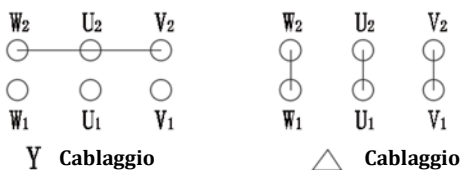
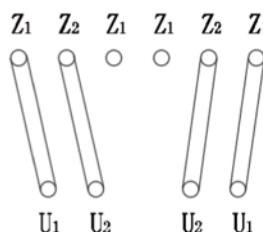

Figura 4
Figura 6
2. Schema di cablaggio del motore elettrico trifase: vedi figura 4
2. Schema elettrico del motore monofase: vedere figura 6.
5.2.2 Verificare che il senso di rotazione corrisponda alla freccia sul coperchio della cinghia. Altrimenti, fare riferimento alla Figura 4 o alla Figura 6 Ricollegamento;